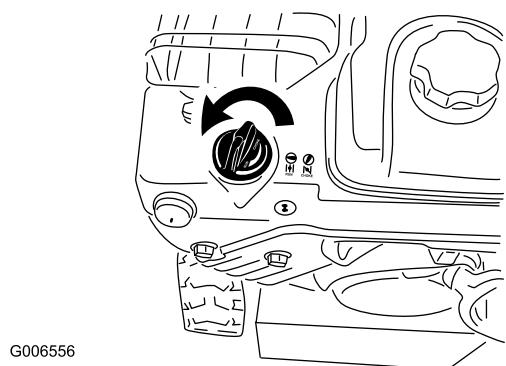

Figure 24
5. Tournez la commande de starter à la position Starter sélectionné (Figure 24).